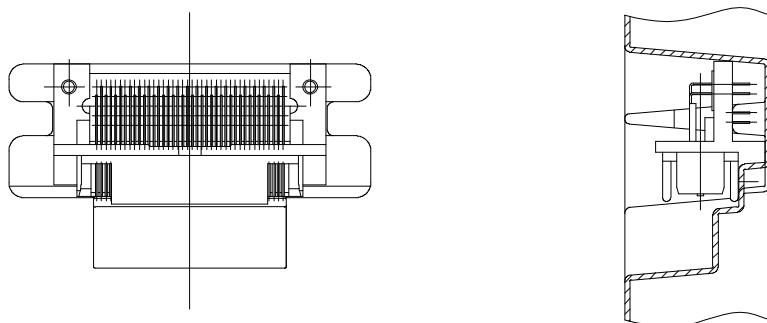

図 1.(Fig 1)
- (1) 2.で指定されたトレイを用意する。
- (2) 図 1.に示す様に、「トレイに入れる製品の向き」でトレイに製品を入れる。
- (3) 各1溝に1ヶずつ梱包する。
- (1) Preparing the TRAY designed in 2.
- (2) Pitting Products in TRAY.” Direction of Products Putting in TRAY”.As shown Fig.1
- (3) Packing Products one by one in each ditch.